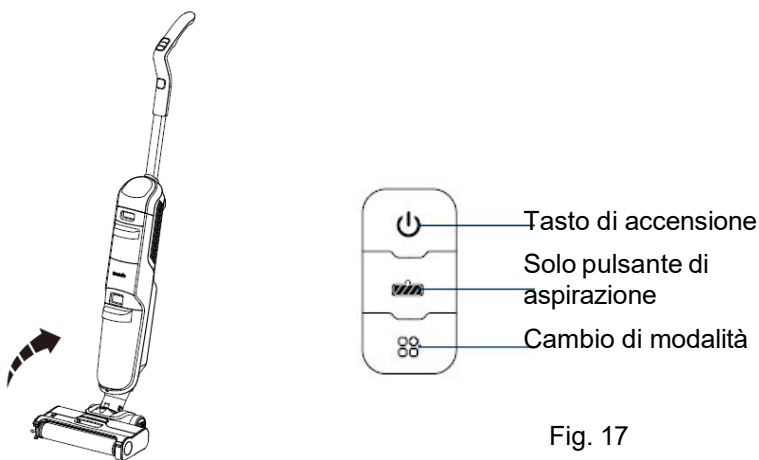

Fig. 17
A. **Avviare:** Tenere la maniglia e inclinare l'unità per accenderla (l'unità non funzionerà in posizione verticale), come mostrato nella Fig. 17. Premere il tasto on/off per accendere il dispositivo.